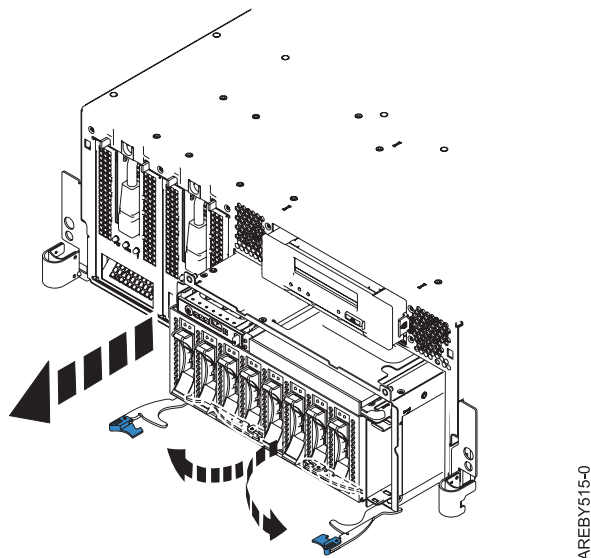
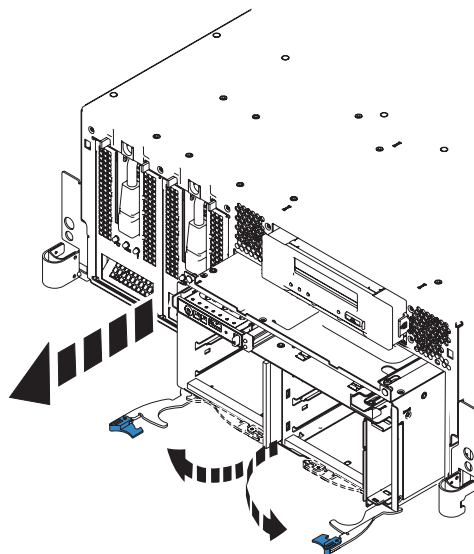

Figura 8. Extracció de la placa posterior de la unitat de disc plena
Figura 9. Extracció de la placa posterior de la unitat de disc buida
14. Desbloquegeu la placa posterior de la unitat de disc estirant les nanses del centre de la placa posterior, tal com es mostra a la Figura 8 i a la Figura 9.